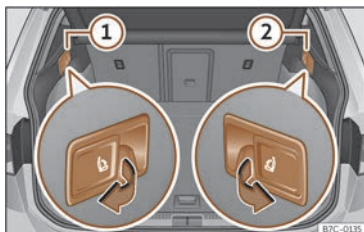

Abb. 76 Im Gepäckraum: Hebel zum
- Ziehen Sie am Hebel zur Fernentriegelung auf der linken >>> (**Abb. 76**) ① oder rechten ② Seite der Rückenlehne in Pfeilrichtung. Der entriegelte Teil der Rücksitzbank klappt nun automatisch nach vorn um.